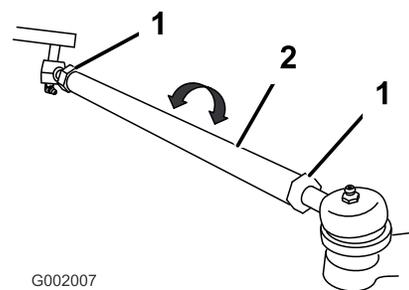

图 52
5. 如果测量值超出规定的范围应松开横拉杆两端的锁紧螺母图52。